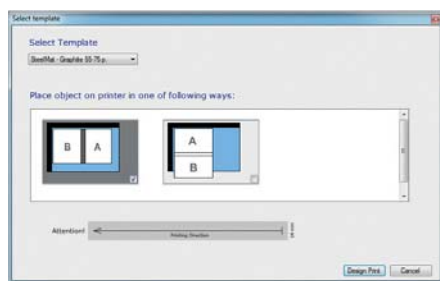

ABBILDUNG 1
2. Wählen Sie ein passendes Template aus der Liste (Abbildung 1).